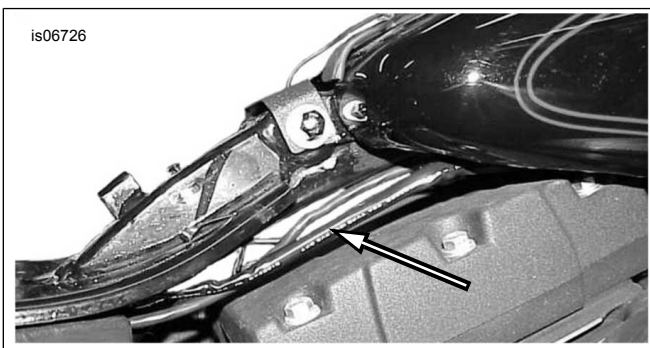

Figure 31. Acheminement du fil vers le phare (Dyna)
1. Consultez Figure 31 . Utilisez les sangles de câble du kit pour attacher le reste du fil (blanc) de l'émetteur et le conduit aux fils du véhicule menant au phare. Soulevez le réservoir de carburant. Acheminez les fils sous le réservoir vers le phare.